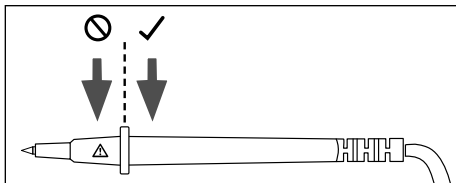

Fig. 3
- Ne tenez les sondes de mesure **6** que par la zone de préhension prévue (voir fig. 3). Ne pas toucher la zone contenant le signal d'avertissement **⚠**. Il existe sinon un risque d'électrocution pendant le mesurage !